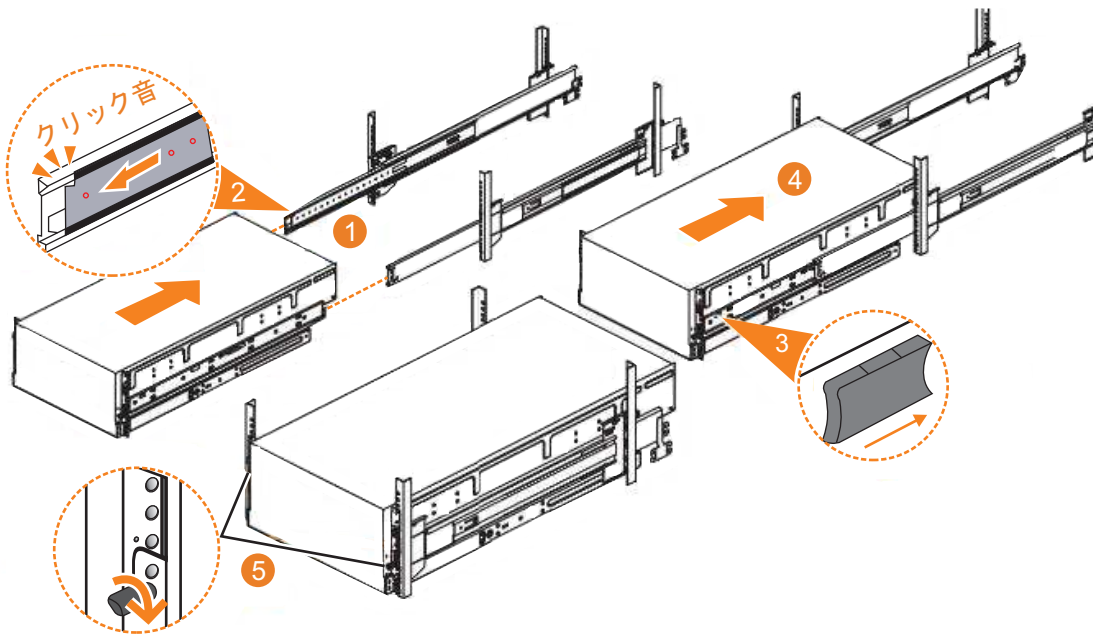

図 39. ラックへの 2077-92F エンクロージャーの再取り付け
1. 左右のドロワー・セクションをラックから完全に伸ばして、伸びた位置 (図 39 の **1**) にレールをロックします。
2. ボール・ベアリング・リテーナーが左右のドロワー・セクション (図 39 の **2**) の前面内でカチッと音がして定位置に収まったことを確認します。
- エンクロージャーの前面付近にある左右の青色の解放タブの位置を確認します。両方の解放タブを前方へ押して、ドロワー機構のロックを解除します (68 ページの図 39 の **3**)。
- エンクロージャーをしっかりとラック内に押し込みます (68 ページの図 39 の **4**)。
- ロックつまみねじ (68 ページの図 39 の **5**) を締めて、エンクロージャーをラックに固定します。